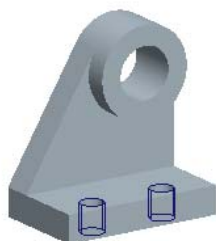
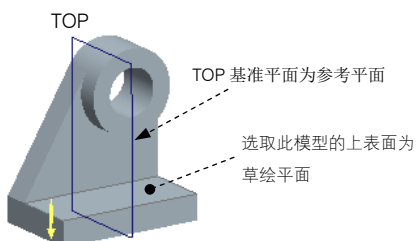
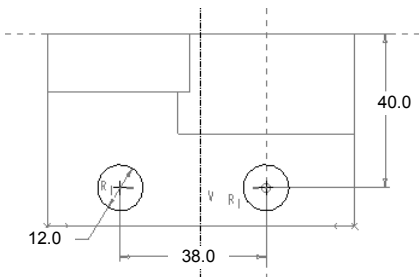
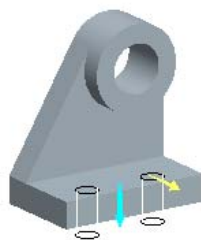

图 3.26.7 拉伸特征 4
图 3.26.8 草绘平面
图 3.26.9 截面草图
图 3.26.10 切削方向
Step5. 创建图 3.26.7 所示的切削拉伸特征 4。在操控板中单击 按钮，按下操控板中的“移除材料”按钮 ；选取图 3.26.8 所示的模型上表面作为草绘平面，TOP 基准平面为参考平面，方向为 ；绘制图 3.26.9 所示的截面草图；选取深度类型 ，切削方向如图 3.26.10 所示。